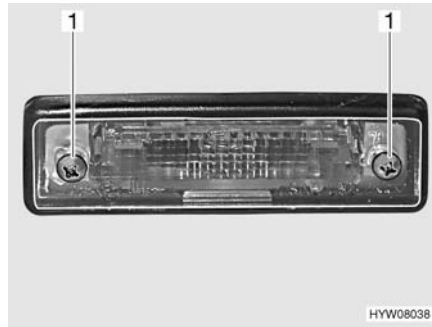

Fig. 185 Luci posteriori (luce targa)
- Svitare due viti degli involucri (Fig. 185,1).